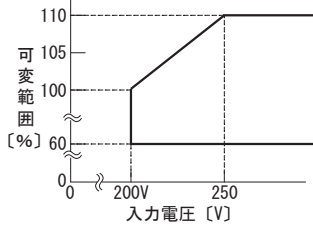

図 4.7 DBS700B 出力可変範囲
■ DBS700B の入力電圧範囲が DC200 ~ 250V の場合、出力電圧可変範囲は図 4.7 のようになります。